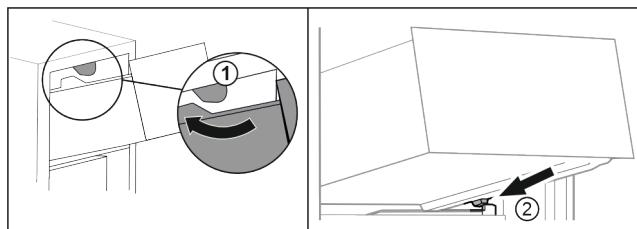

Fig. 74
- Umetnite ladicu oko gornjih zaustavljača. Fig. 74 (1)
- Stavite ladicu ukoso iza donjih zaustavljača na žlijeb spremnika. Fig. 74 (2)